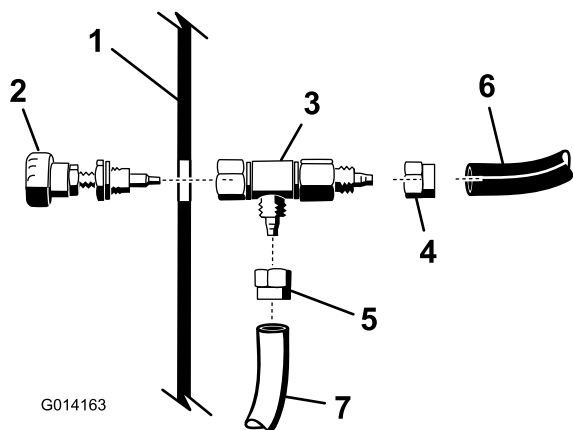

Рисунок 4
5. Ослабьте гайку, крепящую ручку на тройник, как показано на Рисунок 4.
к корпусу регулирующего клапана, как показано на Рисунок 4.